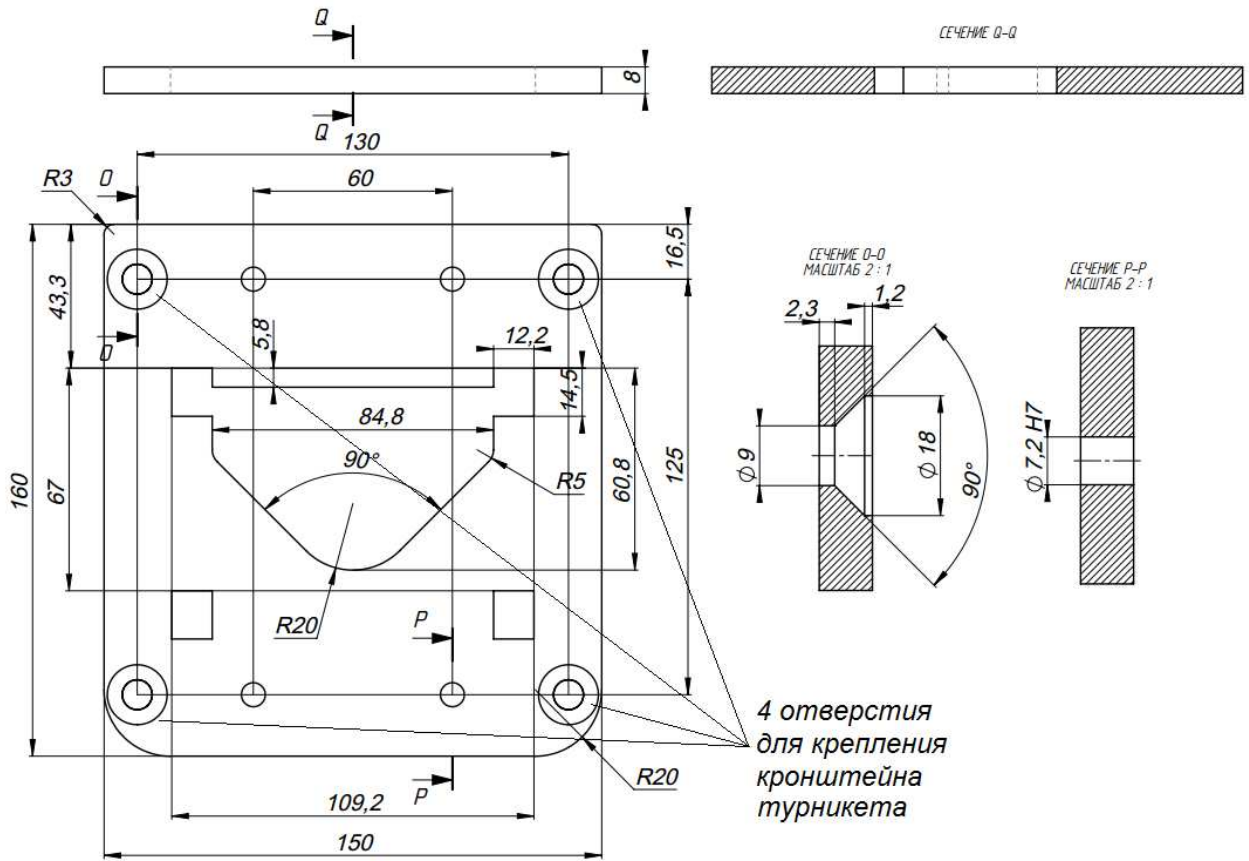
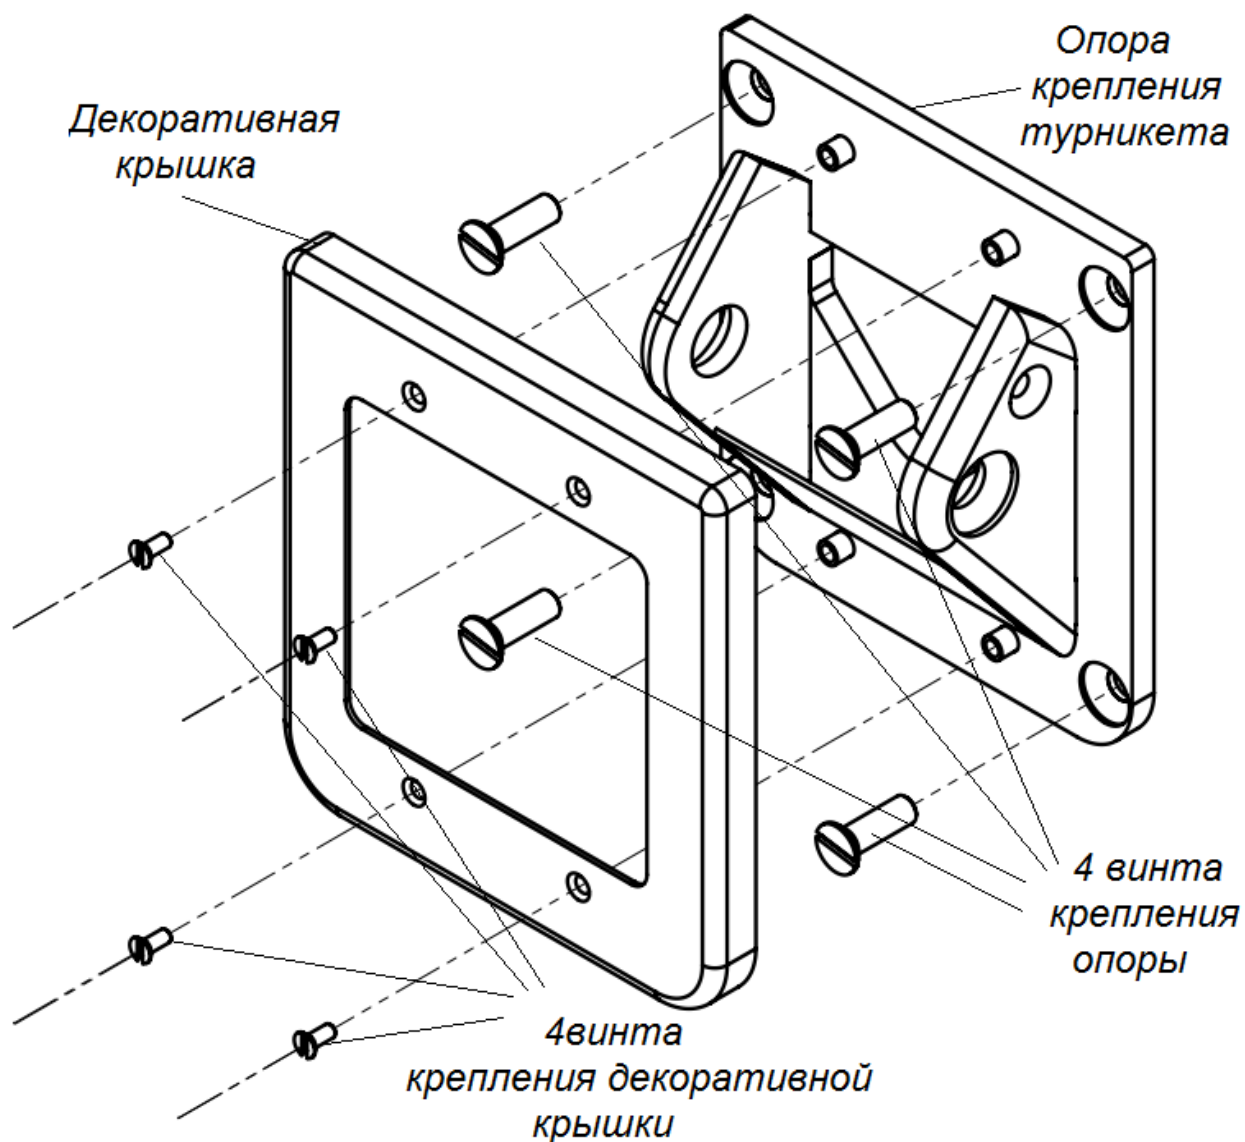

Рис. 6. . Установочные размеры (чертеж опоры крепления турникета на стену)
Рис. 7. Схема установки опоры кронштейна турникета
4.2.4. По установочным размерам (рис. 6), подготовьте 4 отверстия диаметром 10 мм в стене под анкеры крепления кронштейна турникета (рекомендуемый анкер MSA8, винт типа DIN7991 M8x25). Глубина закладного отверстия 35 мм она должна превышать длину анкера на 5 мм. Вставьте анкеры в отверстия и прикрепите опору кронштейна крепления, с помощью винтов M8x25 к стене. Прикрепите с помощью четырех винтов декоративную крышку на опору крепления турникета рис. 7. Закрепите блок преграждающих планок в опоре крепления, с помощью втулки крепления и винта фиксации втулки.